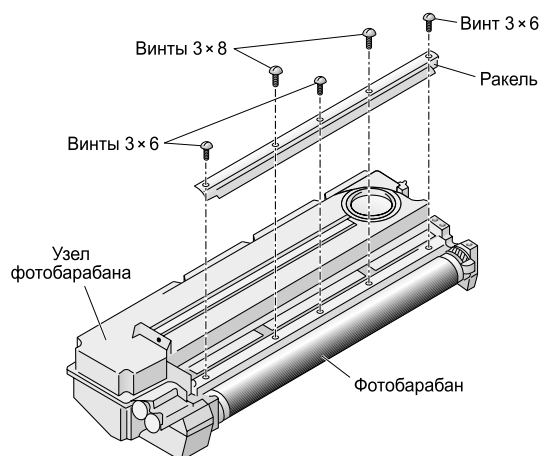

Рис. 12. Демонтаж ракеля
- снимите крепежные винты ракеля (два винта  $3 \times 8$  и три винта  $3 \times 6$ ), снимите ракель (см. рис. 12);